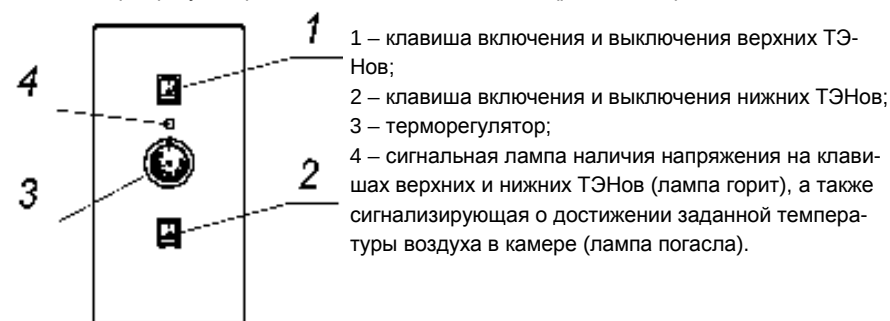

Рис.4
4.4 Включение-выключение ТЭНов, установка и автоматическое поддержание необходимой температуры (от 50 до 300°С) в камере осуществляется соответствующими нижним и верхним ТЭНам клавишами (рис.4, поз.1, 2) и терморегулятором (рис.4, поз.3). Отключение верхних и нижних ТЭНов производится переключением соответствующих клавиш в положение «0» (рис.4, поз.1, 2).
Установка и автоматическое поддержание необходимой температуры (от 50 до 300°С) в камере осуществляется терморегулятором (рис.4, поз.3).
Терморегулятор снабжен сигнальной лампой (рис.4, поз.4).
7.2 Установите (по часовой стрелке) лимбами терморегуляторов (рис.4, поз.3) температуру в камерах шкафа, предусмотренную технологией приготовления продукта (должны загореться сигнальные лампы рис.4. поз.4).
7.3 Переключите клавиши (рис.4, поз.1, 2) нижних и верхних ТЭНов в положения «I».
7.6 После окончания приготовления продукта отключите напряжение, подаваемое на нагревательные элементы камеры, переключив клавиши верхних и нижних ТЭНов камеры (рис.4, поз. 1, 2) в положения «0».